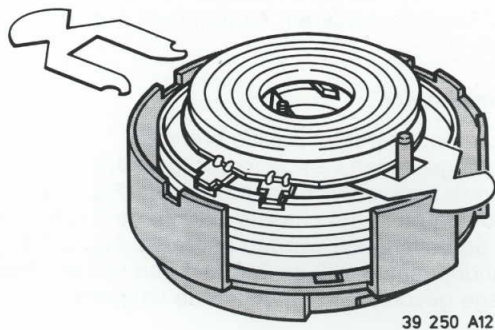

Fig. 3-1-6
**Attentie:** De bovenste beschermkap en de 2 mylarfolies van 0,15 mm blijven bij deze handeling op de kopschijf (Fig. 3-1-6).